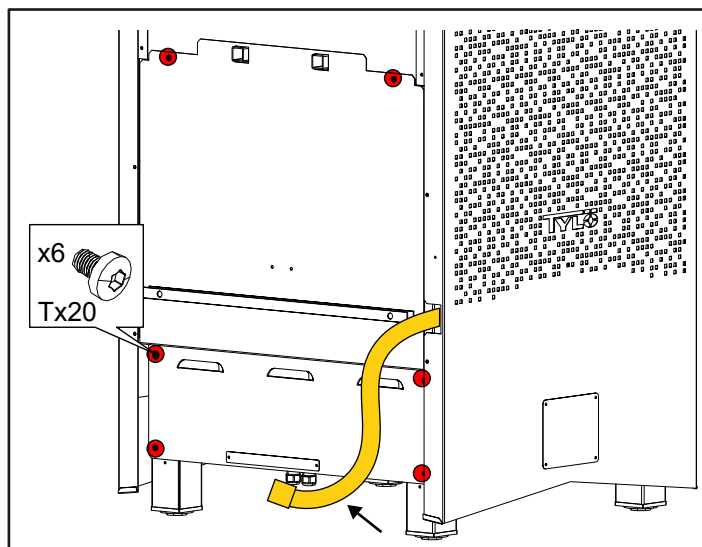

Abbildung 9: LED herausheben und die Klappe abschrauben.
3. Heben Sie den LED-Streifen heraus, siehe Abbildung 9.
4. Lösen Sie die Schrauben an der Klappe, siehe Abbildung 9.
5. Ziehen Sie die Schublade ca. 15 cm heraus, siehe Abbildung 9. Achten Sie auf das Kabel zum Transformator.